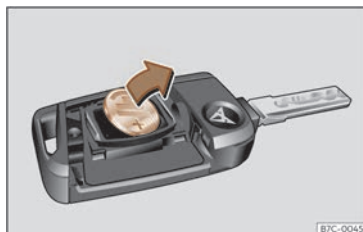

Fig. 44 Llave del vehículo: extracción de la pila.
- Extraiga la pila del compartimento con un objeto fino adecuado >>> **fig. 44**.
- Encaje una pila de botón nueva en el compartimento >>> ①.